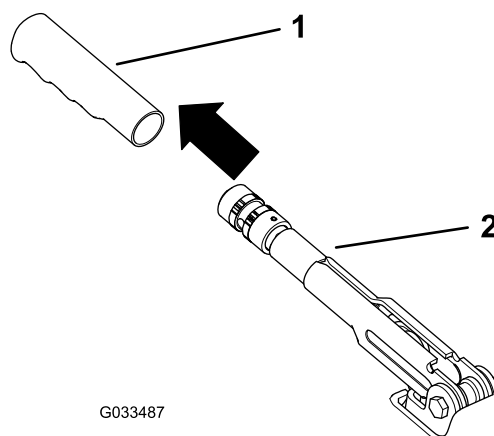

Figure 59
1. Enlevez la poignée en caoutchouc du levier de frein de stationnement (Figure 59).
5. Placez la poignée en caoutchouc sur le levier du frein de stationnement (Figure 59).